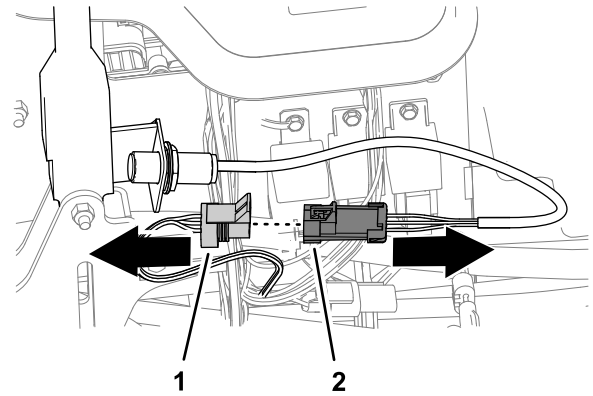

Figura 14
1. Desconecte el conector hembra de 3 vías del interruptor del freno de estacionamiento del conector de 3 pines del arnés de cables de la máquina (Figura 14).